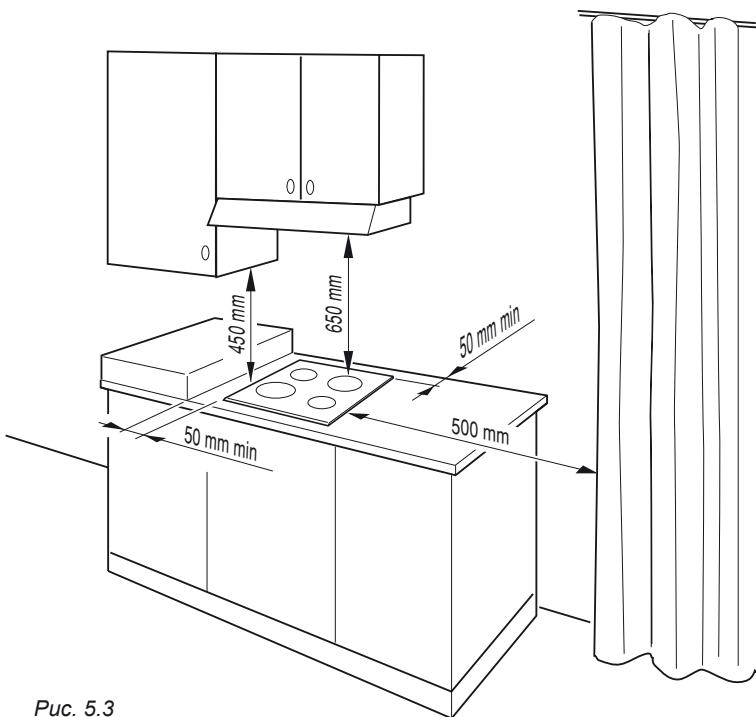

Рис. 5.3
- Минимальное расстояние между варочной поверхностью и настенным шкафом или вытяжным шкафом, устанавливаемым над ней, должно быть 650 мм (см. Рис. 5.3).